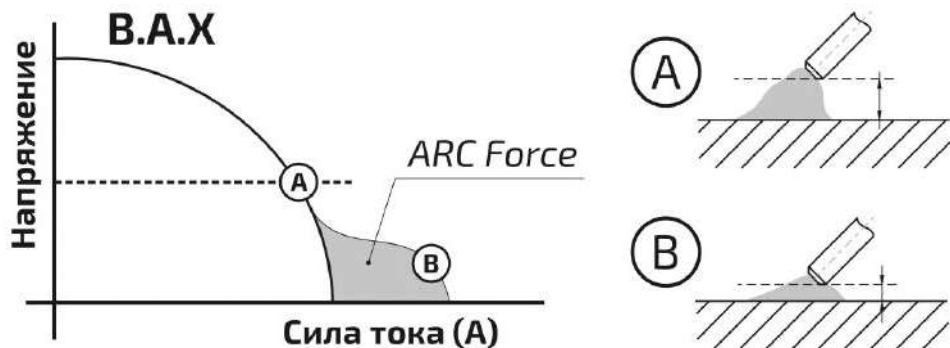

Рис. 11.1.2. Arc Force.
**Arc Force:** рекомендуется применять при сварке покрытыми электродами на малых токах. В процессе сварки происходит автоматическая регулировка силы сварочного тока, что уменьшает склонность к залипанию покрытого электрода к свариваемой детали (см. рис. 11.1.2).